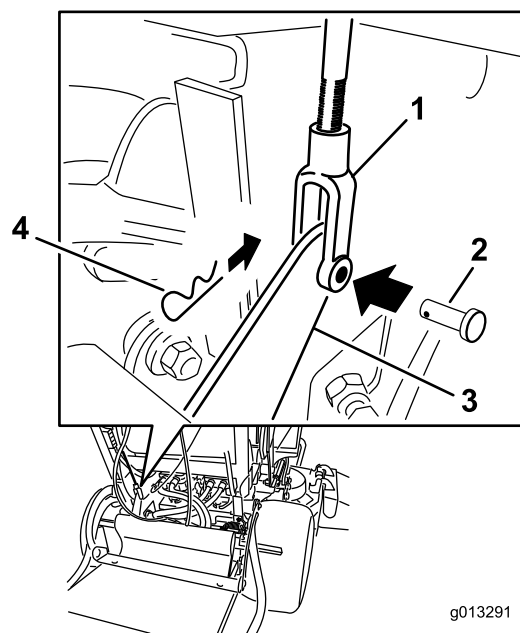

Figura 62
4. Per regolare il freno, staccate il perno con testa e la coppiglia dalla leva del freno inferiore e dalla forcella (Figura 62).
7. Fissate la forcella alla leva del freno inferiore con il perno con testa e con la coppiglia (Figura 62).